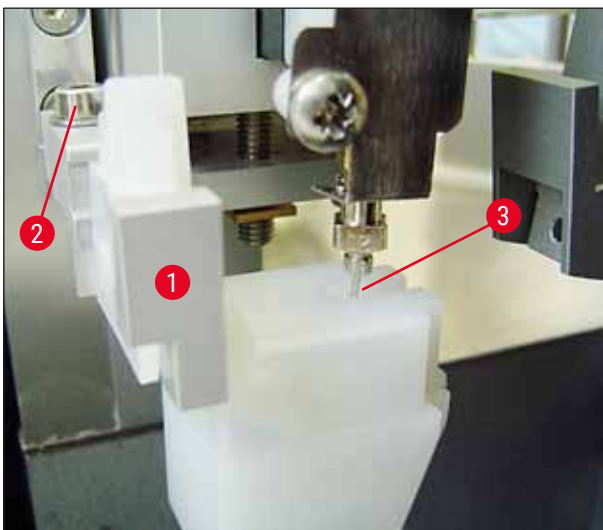

Bild 23
2. Det gör du genom att lossa skruven (→ Bild 23-2) med hjälp av insexnyckeln (storlek 3) (→ Bild 22-5) och rikta in doseringsnålsrengöraren genom att flytta hållaren (→ Bild 23-1) åt sidan tills doseringsnålen (→ Bild 23-3) flyttas till rätt läge i mitten av rengöringsgången (→ Bild 23).